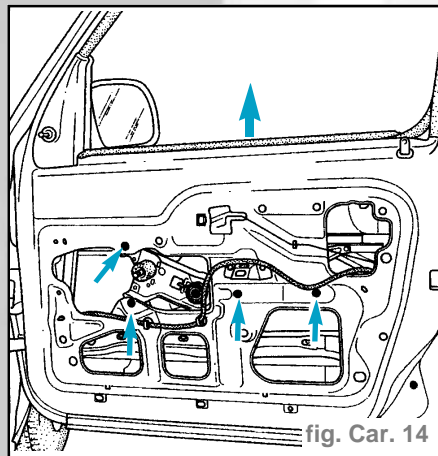

fig. Car. 14
- Déposer les fixations du mécanisme de lève-vitre (fig. Car. 14).